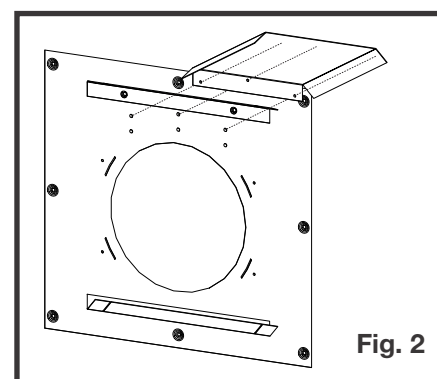

Fig. 2
2. Installez un écran protecteur sur le dessus d'un côté de l'espaceur coupe-feu (Figure 2). **Type 1 (x18)**